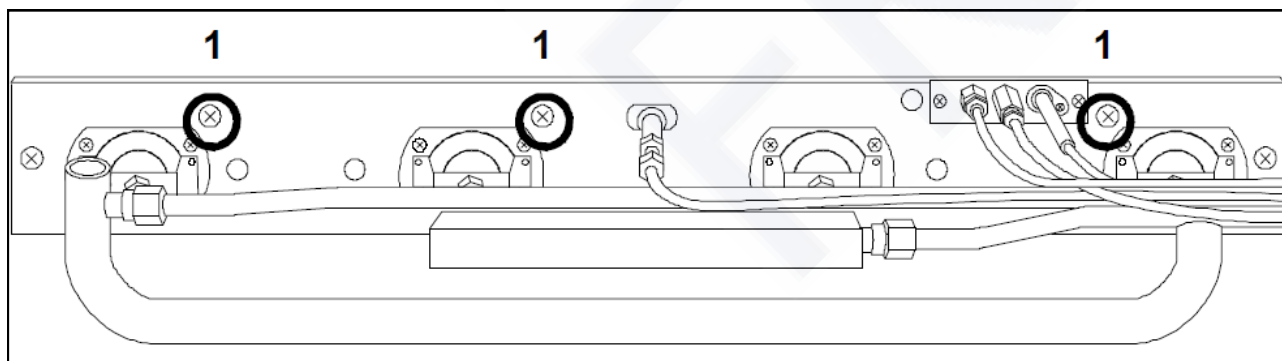

FIG.17 (sustitución quemador encendido)
- Destornillar los 3 tornillos de fijación de los soportes del quemador (FIG.17-Ref.1);